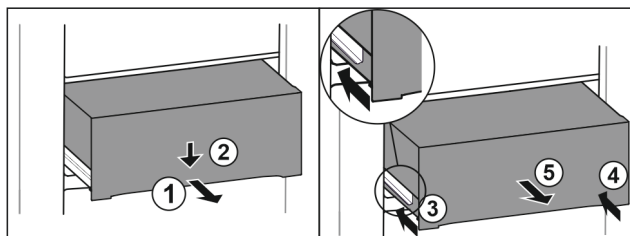

Fig. 114
- Lade er half uittrekken. Fig. 114 (1)
- Schuiflade aan de voorzijde omlaag drukken. Fig. 114 (2)
- Linker rail ca. 2 cm inschuiven. Fig. 114 (3)
- Rechter rail ca. 2 cm inschuiven. Fig. 114 (4)
- Lade naar voren toe verwijderen. Fig. 114 (5)